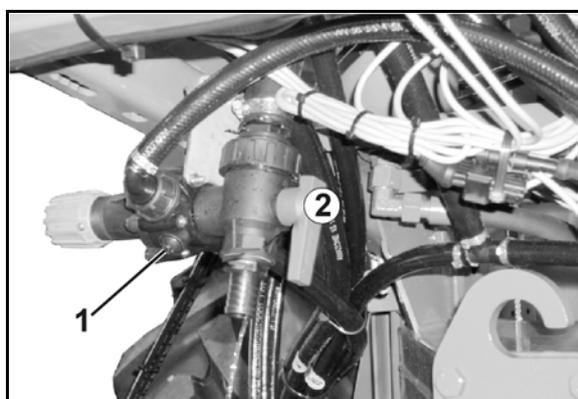

Рис. 161
21. **Штанги Super-S:** Удалите воду из датчика давления (Рис. 161/1), отсоединив шланг от датчика давления..